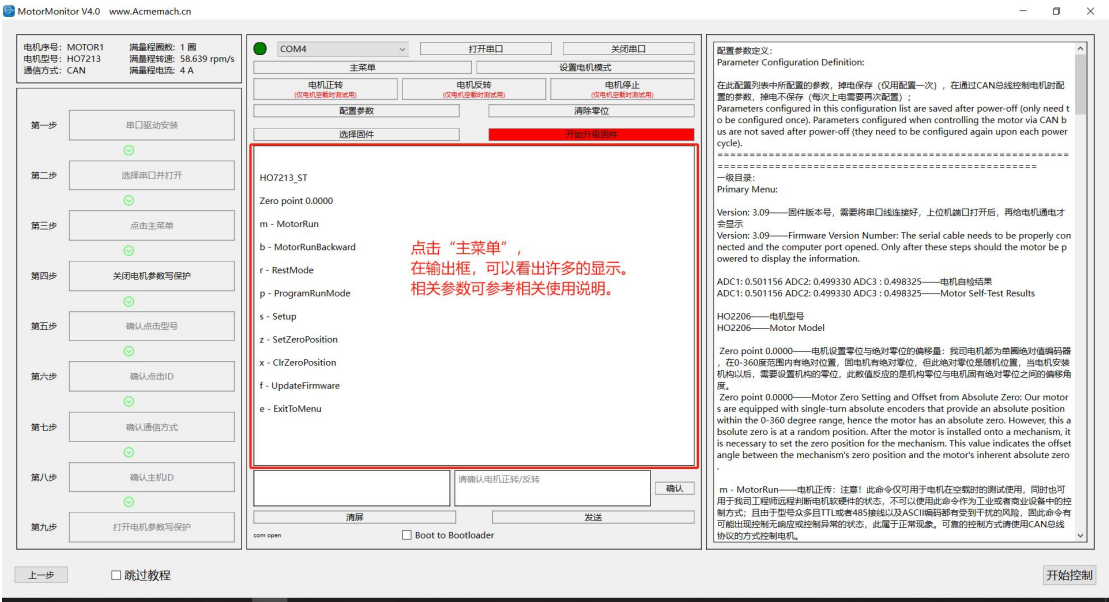
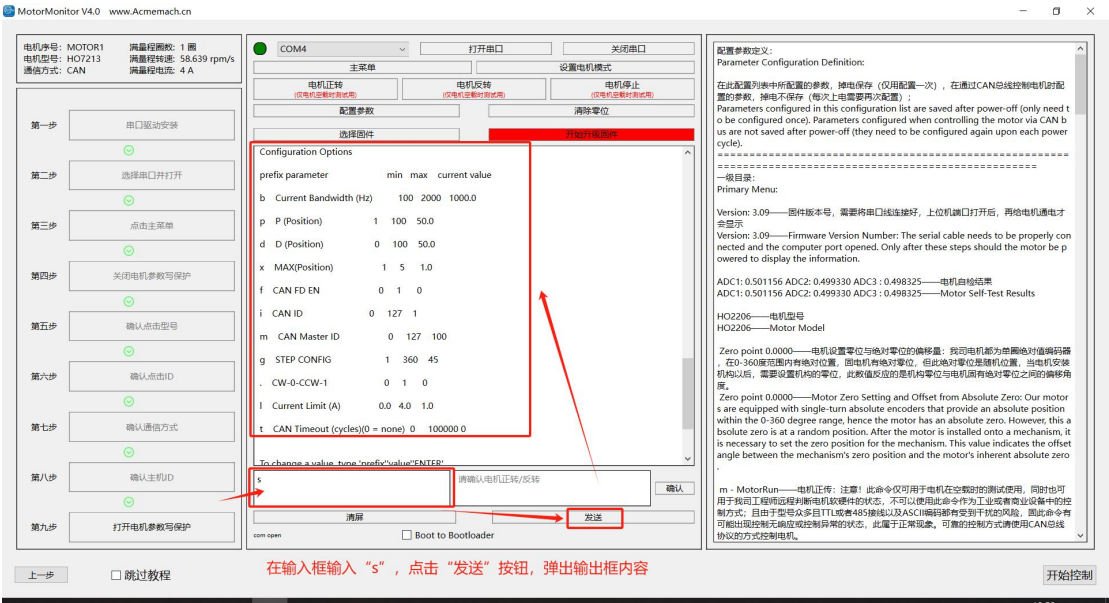

图 1-14
图 1-15
3. 点击按钮“主菜单”。可按照窗口的提示，输出框弹出电机主菜单（如图 1-14 所示），在输入框输入“s”，点击“发送”按钮，弹出输出框内容（如图 1-15 所示）。